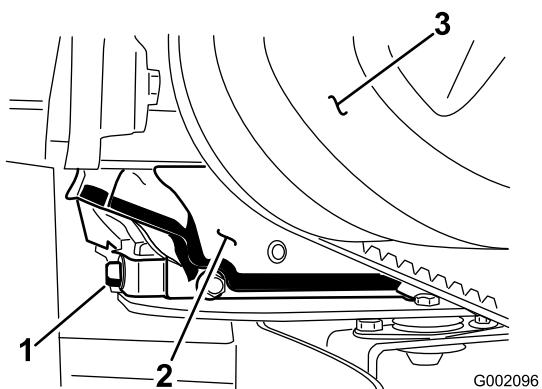

Рисунок 27
5. Снимите сливную пробку (Рисунок 27) и дайте маслу стечь в сливной поддон. Когда масло полностью стечет, установите пробку сливного отверстия и затяните ее с моментом 17,6 Н•м.